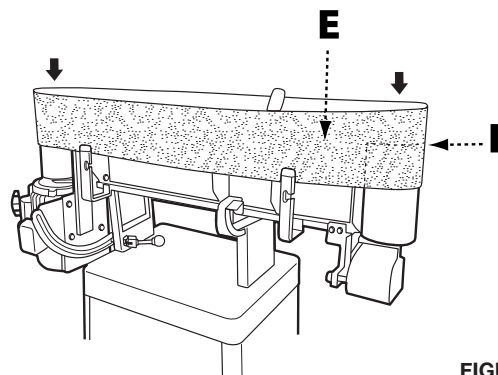

FIGURE 5
2. Ouvrez la porte de l'armoire et de l'intérieur de l'armoire, insérez une vis à tête hexagonale de 5/16 pouce x 1 1/4 pouce par les deux orifices puis serrez avec une rondelle de blocage de 5/16 pouce et d'une rondelle plate de 5/16 pouce. Voir Figure 5.
6. Ajustez la courroie au patin de ponçage de manière à ce que l'extrémité de la courroie (E) soit de niveau avec celle des rouleaux (F), comme indiqué à la Figure 5.